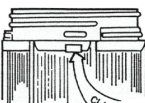

FIGURE 3
1. Le globe du luminaire Champ® de la série VMV (no de catalogue G24) utilise une grille de protection intégrale (no de catalogue P21). Les parties filetées de la grille de protection et du globe sont de longueurs inégales (clavetées) pour s'assurer que les filets du globe et de la grille de protection correspondent lors de l'assemblage. L'agrafe qui est attachée à la grille de protection aide à bien fixer la grille de protection au globe. Voir la figure 3.